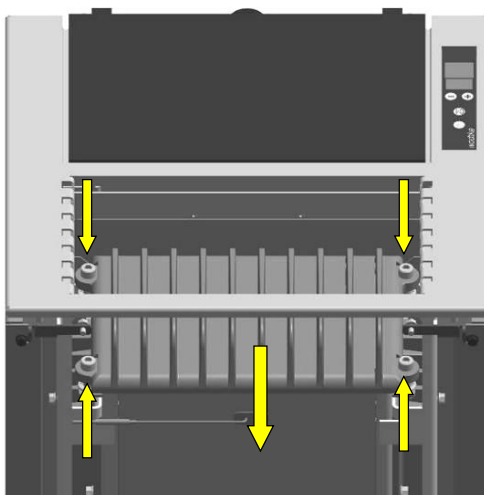

Abb. 89: Ausbau Gussdeckel
2. Die vier Befestigungsschrauben des Gussdeckels herausdrehen und den Deckel nach vorne entnehmen (Abb. 89).